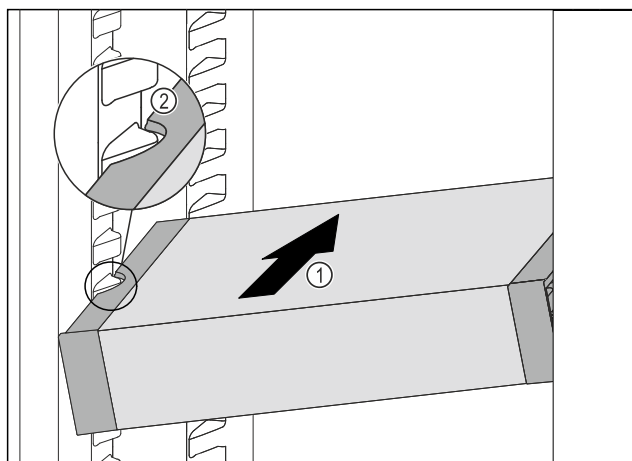

Fig. 84
- VarioSafe wsunąć ukośnie do chłodziarki Fig. 84 (1), aż boczne wycięcia Fig. 84 (2) VarioSafe będą się znajdować na wysokości żeber pojemnika w chłodziarce.